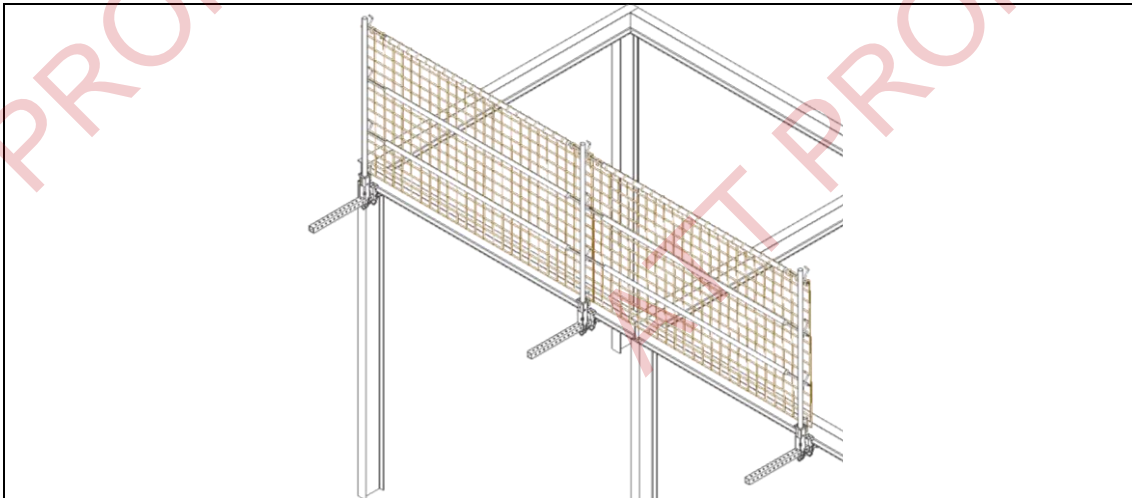

Fig. 12 Colocación red de seguridad del sistema U
7. En caso de que se utilice una red de seguridad del sistema U como protección intermedia, se deberá complementarse con las instrucciones establecidas por el fabricante/suministrador de dicho componente de naturaleza textil, y los posibles elementos auxiliares (Fig. 12).